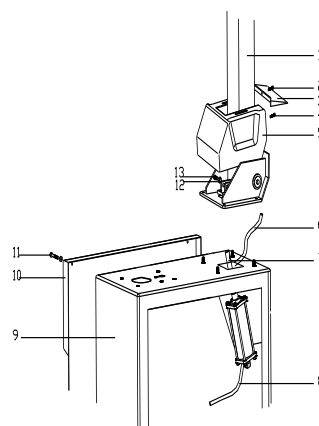

Bild 3
1. Fäst pelaren (del 1 i Bild 3) på stativet (9) med genom hålet i stativet. Spänn till fyra självlåsande r
2. Fäst bultarna (13) på plats i stativet. Bind avpressa med låsmuttern (12).
3. Bind plastskyddet (5) med två skruvar (4).
4. Bind det mindre plastskyddet (3) i pelaren med e
5. Öppna det vänstra lockets (10) två skruvar (11) o